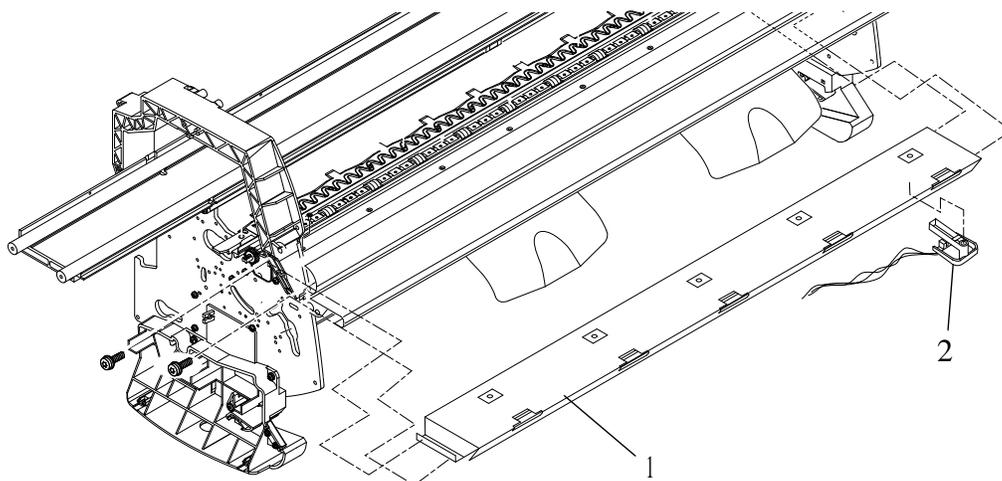

Figura 25: Sensor de Mídia
2. Remova cuidadosamente o sensor de mídia (item 2) embaixo da guia central (item 1) (consulte a Figura 25).